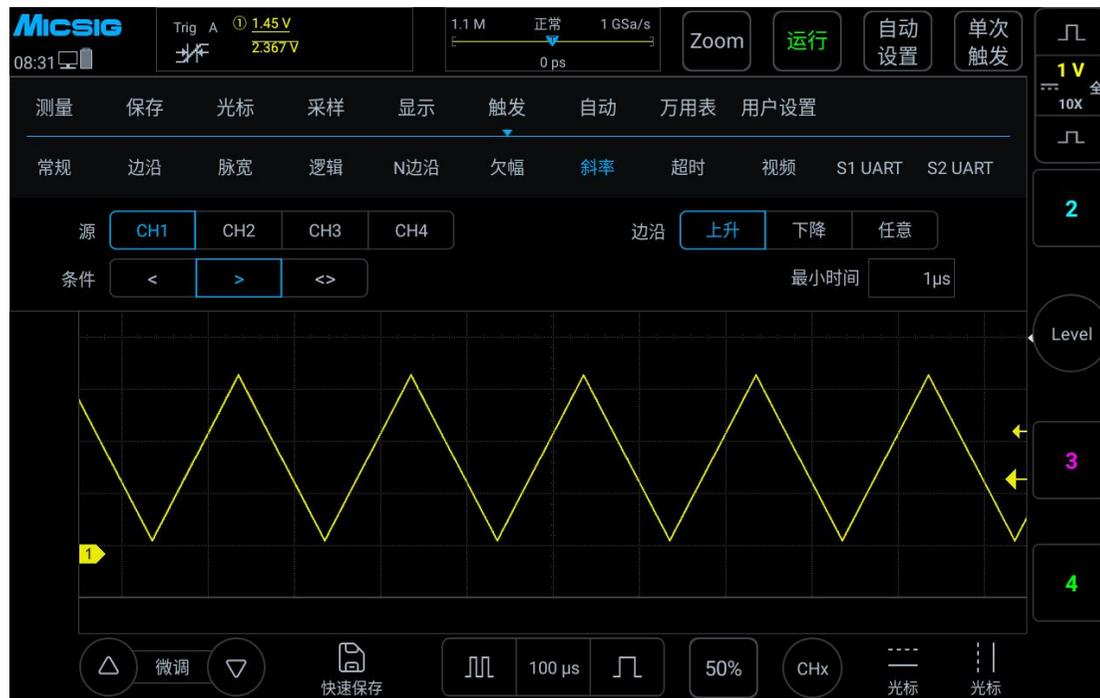

图 6-27 斜率触发设置菜单
- 1) 打开主菜单，轻点“触发”打开触发菜单，在触发类型中选择斜率触发，对斜率触发进行如下设置，见图 6-27：